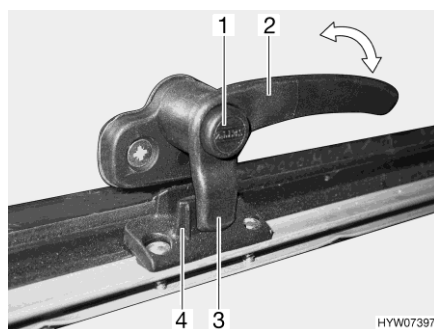
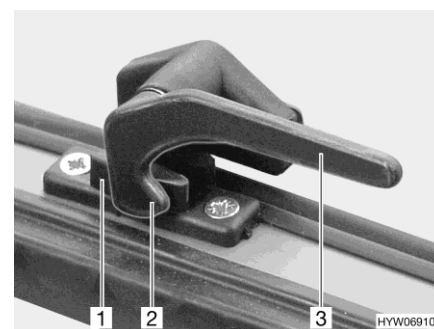

Fig. 93 Leva di serraggio con bottone di sicurezza in posizione "Chiuso"
Fig. 94 Leva di serraggio in posizione "Chiuso"
- Se presente, premere e tenere premuto il bottone di sicurezza (Fig. 93,1).
- Ruotare tutte le leve di serraggio (Fig. 93,2 o Fig. 94,3) di un quarto di giro verso il centro dell'oblò.
- Ruotare tutte le leve di serraggio (Fig. 93,2 o Fig. 94,3) di un quarto di giro verso il telaio. Il nasello di chiusura (Fig. 93,3 o Fig. 94,2) si trova sulla parte interna del bloccaggio dell'oblò (Fig. 93,4 o Fig. 94,1).
- In posizione "Completamente chiusa" (Fig. 93 e Fig. 94)